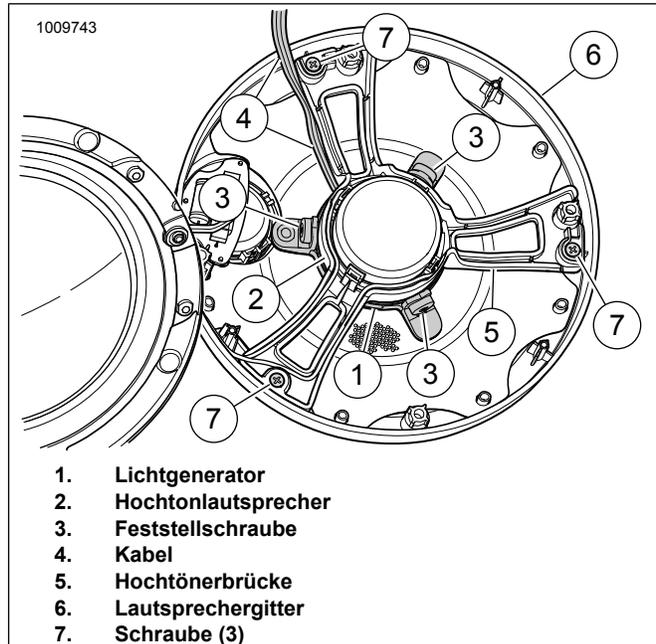

Abbildung 19. Lautsprechergitter, Hochtonlautsprecher, Hochtonerbrücke und LED-Beleuchtung
4. Siehe Abbildung 19. Die drei Schrauben entfernen, die die Hochtonerbrücke (5) am Lautsprechergitter (6) befestigen und vorsichtig beide Teile voneinander trennen. Vorsichtig mit diesen Teilen umgehen, damit die Kabel des Hochtonlautsprechers nicht beschädigt oder strapaziert werden. Die Befestigungsteile zur späteren Verwendung aufheben.
Siehe Abbildung 19. Den Lichtgenerator (1) wie dargestellt auf die Hochtönerbrücke (2) setzen. Lichtgenerator leicht andrücken.